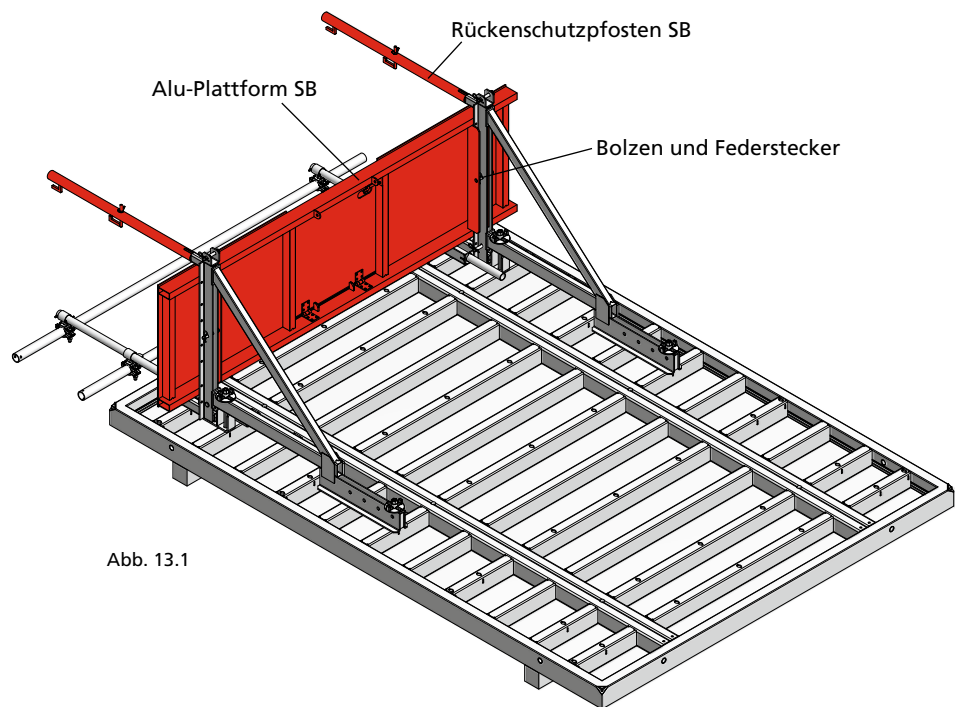

Abb. 13.1
5. Die Alu-Plattform mit Durchstieg oder ohne Durchstieg wird auf den Laufkonsolen SB aufgelegt (Abb. 13.1). Die Stege an der Unterseite der Plattform liegen dabei zwischen oder neben den L-Profilen der Laufkonsole. Die Plattform wird mit dem an der Laufkonsole integrierten Bolzen befestigt und mit dem Federstecker gesichert.
6. Nun werden die Rückenschutzpfosten SB an den Laufkonsolen SB eingesteckt (Abb. 13.1).